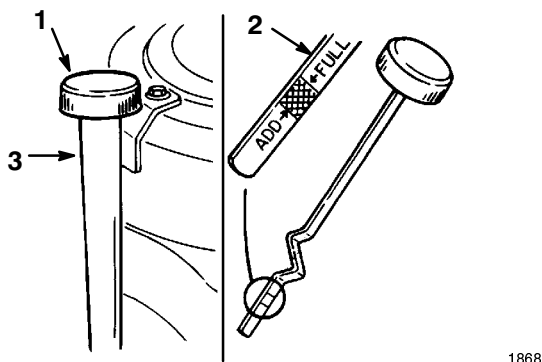

Figure 34
3. Nettoyer les abords de la jauge d'huile (Fig. 34) pour éviter l'introduction de saleté dans l'ouverture de remplissage, qui risquerait d'endommager le moteur.
4. Dévisser la jauge d'huile et bien essuyer l'extrémité métallique (Fig. 34).
5. Visser la jauge à fond dans le goulot de remplissage (Fig. 34), puis la dévisser à nouveau et lire le niveau d'huile sur l'extrémité métallique. Si le niveau est bas, verser lentement
7. Verser lentement environ 80% du volume d'huile spécifié dans le goulot de remplissage (Fig. 34), puis contrôler le niveau d'huile, voir Contrôle du niveau d'huile, page 38. Rajouter de l'huile lentement pour amener le niveau jusqu'au repère du plein ("FULL") sur la jauge.